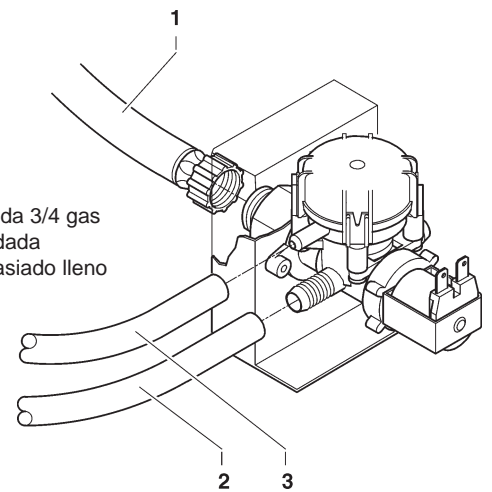

Fig. 15
Conectar la red hídrica mediante un tubo adecuado para soportar la presión de la red y apropiado para alimentos (diámetro interno mínimo de 6 mm.) a la unión de 3/4" gas de la electroválvula de entrada del agua (véase la fig. 15).
La electroválvula de entrada del agua (véase la fig. 15) está dotada de un dispositivo anti inundación que bloquea mecánicamente la entrada del agua en caso de un mal funcionamiento de la electroválvula o del mecanismo de control del nivel del agua en la caldera.
- aflojar la unión que fija el tubo de alimentación de la electroválvula para descargar la presión residual de la red y luego ajustarlo nuevamente (véase la fig. 15);